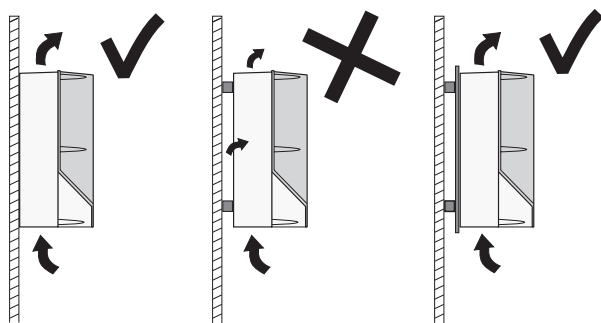

Рис. 3. Подвешивание устройства CUE на стене или установка на заднюю пластину
- Подвешивание устройства CUE на стене или установка на заднюю пластину. См. рис. 3.